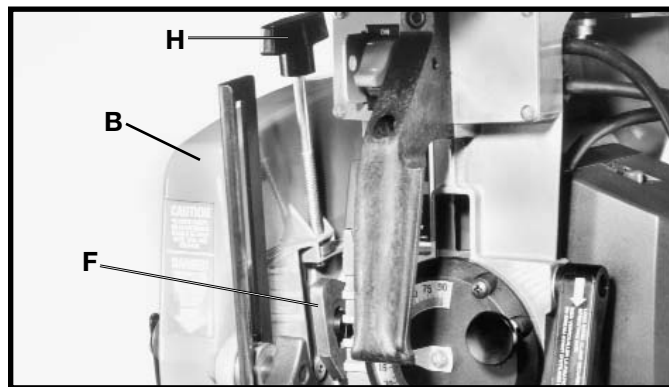

Fig. 46
5. Levante la leva (F) Fig. 46 y ensamble el protector de hoja (B) sobre el ensamblado del cabezal de corte. **AVISO: ASEGURESE DE QUE LA LENGÜETA DEL PROTECTOR QUEDE ASENTADA EN LA RANURA DEL CABEZAL DE CORTE.**
7. Gire el protector de hojas (B) Fig. 46 a la posición horizontal y apriete la perilla de abrazadera (H). **IMPORTANTE: LA PERILLA DE ABRAZADERA (H) FIG. 46 DEBE ESTAR APRETADA Y EL PROTECTOR DE HOJA DEBE ESTAR AFIANZADO DURANTE ESTA OPERACION.**